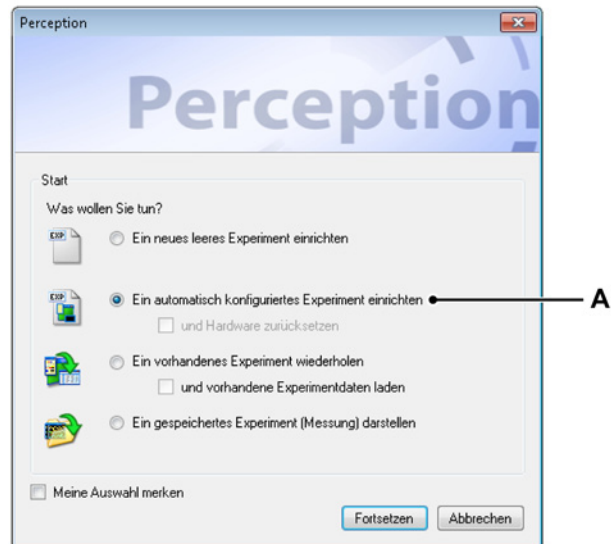

Abbildung 3.2: Das Job-Dialogfeld von Perception
- 3 Perception wird mit dem Starten fortfahren. Um fortzufahren, wird Perception fragen, was für ein Job durchzuführen ist (siehe Abbildung 3.2):